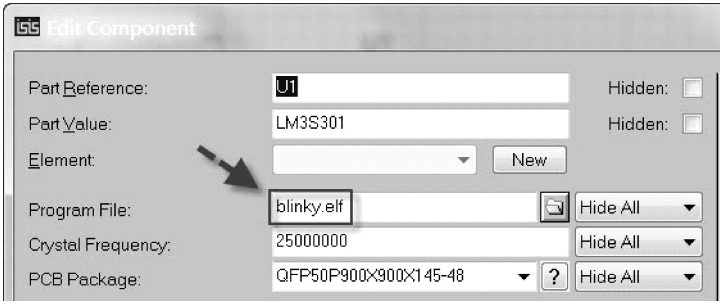

图 2-26 导入 .elf 格式文件
3) 编译 blinky 工程，并将生成的 .elf 格式文件导入到 Proteus 测试电路中，如图 2-26 所示。